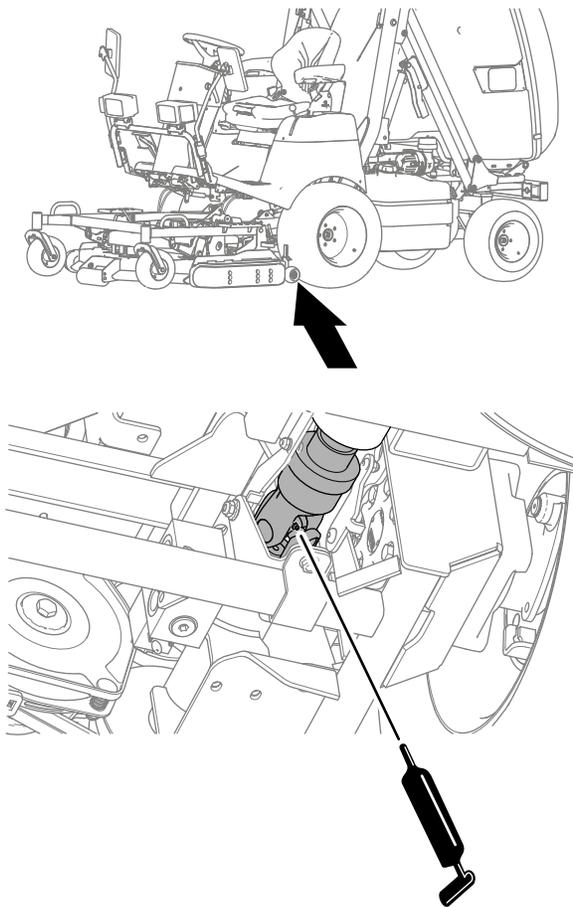

Figure 53
- Cardan arrière de l'arbre de transmission sur la PDF (Figure 53).